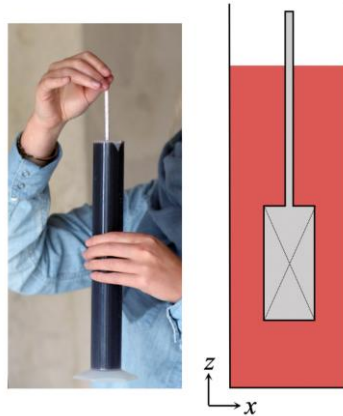

Figure 1 : photo (à gauche) et schéma (à droite) d'un mustimètre
Indispensable au maître de chai, le densimètre est un appareil de mesure destiné à mesurer la masse volumique du moût tout au long de sa fermentation. Alors que les sucres se transforment en alcool, la masse volumique du moût diminue. Suivre cette évolution quotidiennement permet au vinificateur de contrôler le processus de fermentation, d'intervenir en cas de besoin et de décider du moment optimal pour procéder au décuvage. Le mustimètre (figure 1) est l'outil traditionnel encore le plus largement utilisé aujourd'hui. Il consiste en un cylindre creux, lesté et gradué que l'on plonge dans une éprouvette remplie de moût et qui s'y enfonce plus ou moins selon sa densité. On lit directement la densité sur la graduation au niveau de la surface du liquide.
1. Reproduire le schéma de la figure 1 et représenter le poids et la poussée d'Archimède qui s'appliquent sur le mustimètre. Expliquer l'origine physique de la poussée d'Archimède.